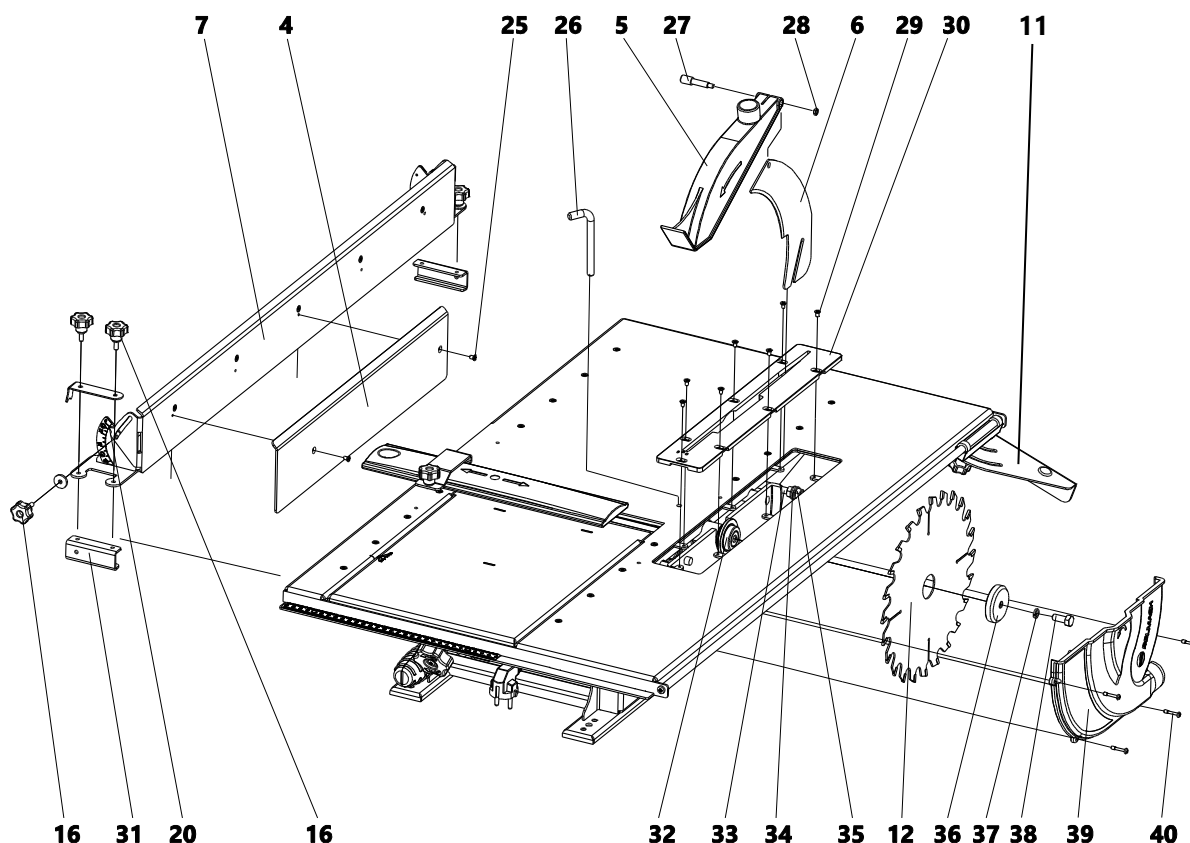

Рисунок 5. Схема сборки станка на операцию пиление
- совместить отверстия пильного стола и пильного вала, установить в отверстия фиксатор 26 (рис. 5), фиксатор выполняет функцию стопора;
- накрутить гайки 35 на резьбовые стержни 33, установить шайбы 34 (рис. 5);
- установить в паз пильного стола вставку 30 (рис. 5);
- установить кожух 5 на расклинивающий нож 6 (рис. 5);
- прикрепить на линейку 7 накладку 4 с помощью винтов 25 (рис. 5);